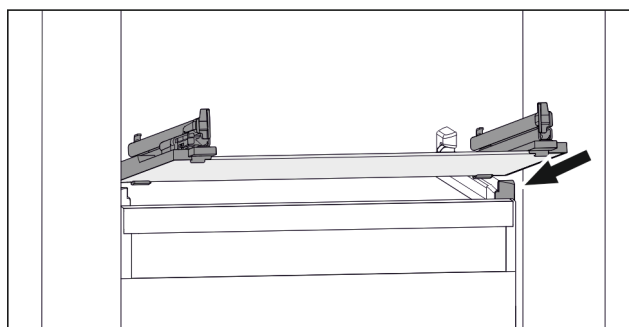

Fig. 64 Przykładowa prezentacja płyty szklanej
- ▶ Założyć płytę szklaną pod skosem za stoperami. (patrz Fig. 64)